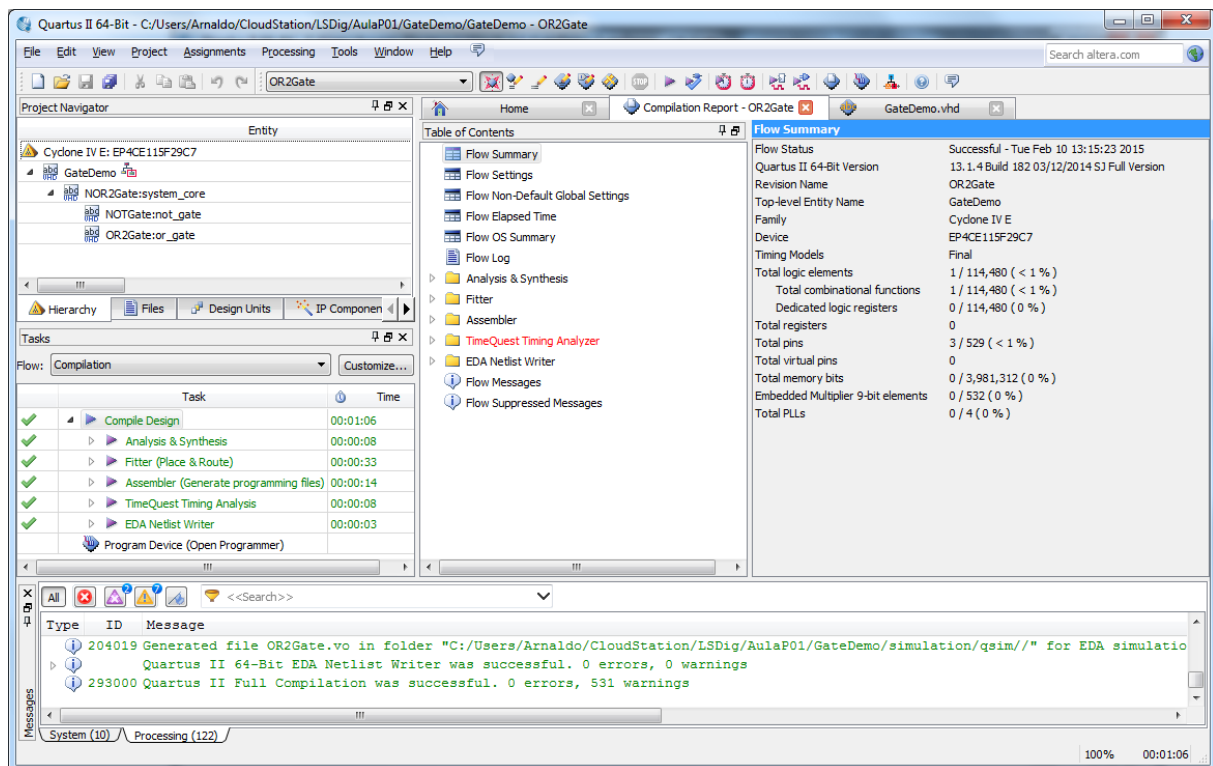

Figura 33 – Quartus II IDE após compilação completa do projeto.
27. Efetue a síntese e implementação do sistema através do comando “*Compile Design*”. No final da compilação o IDE deve apresentar o aspeto da Figura 33.
2. Crie um novo ficheiro VHDL, chamado “LogicUnit.vhd” com o código VHDL da Figura 33, correspondente a uma unidade que realiza diversas operações lógicas.